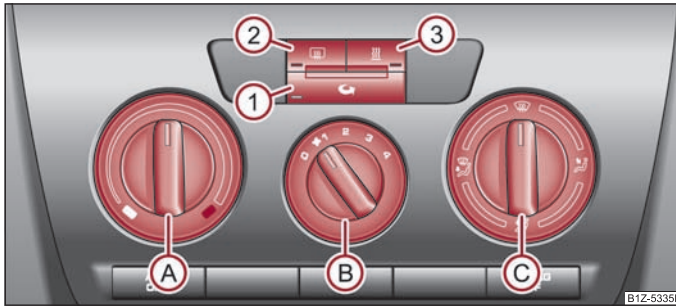

Fig. 106 Încălzirea: Elementele de comandă
- Rotiți regulatorul rotativ (A) ⇒ fig. 106 spre dreapta pentru a mări temperatura.
- Rotiți regulatorul rotativ (A) spre stânga pentru a reduce temperatura.
- Apăsați tasta  - lampa de control din tastă ⇒ pagina 93, fig. 106 se aprinde.
Când regulatorul  se află în poziția  ⇒ pagina 93, fig. 106, recircularea aerului este oprită automat. Prin apăsarea repetată a tastei  puteți porni recircularea aerului și în această poziție.